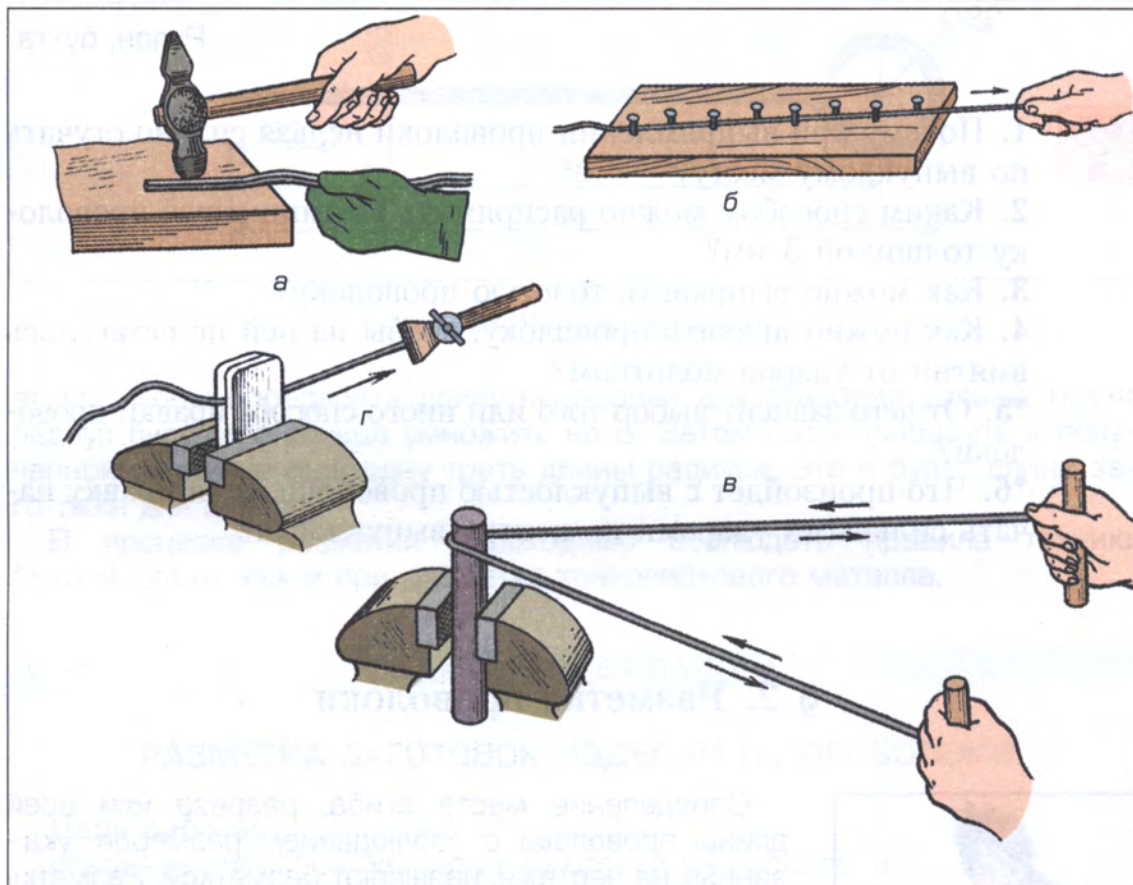

Рис. 167. Способы правки проволоки
Правка тонкой проволоки может выполняться разными способами (рис. 167).
1. Проволоку кладут на плиту и наносят лёгкие частые удары молотком, покручивая её вокруг оси (рис. 167, а).
3. Проволоку протягивают между гвоздями, вбитыми в доску (рис. 167, б).
4. Оба конца отрезка проволоки обматывают 2–3 раза вокруг деревянных палочек. Удерживая проволоку палочками, несколько раз протягивают вокруг металлического стержня, зажатого в тиски (рис. 167, в).
5. Проволоку зажимают в тисках между двумя дощечками, с помощью ручных тисков или плоскогубцев протягивают её (рис. 167, г).
1. Используя приёмы, показанные на рис. 167, выполните правку проволоки для изготовления различных деталей, например головоломки, чертилки, подставки для переносной лампы, держателя для экспонатов.